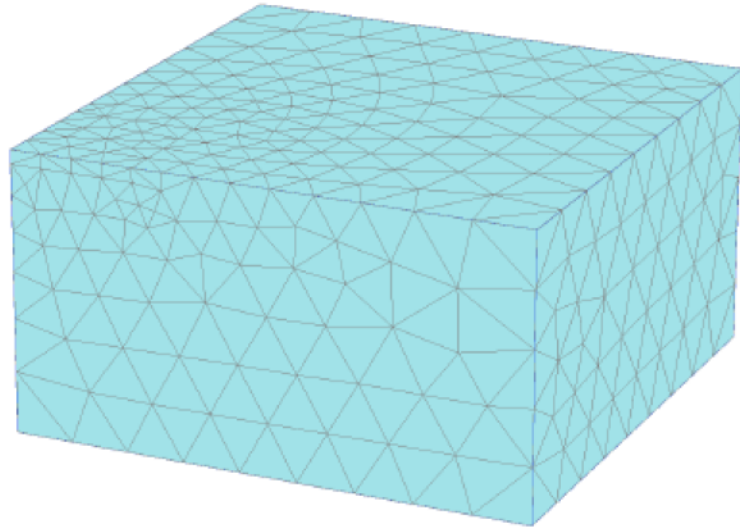

图 1.10 输出窗口中生成的网格
- 3)  当网格划分完成之后，点击**查看网格按钮(View mesh)**，在新打开的窗口中显示生成的网格，如图 1.10 所示。